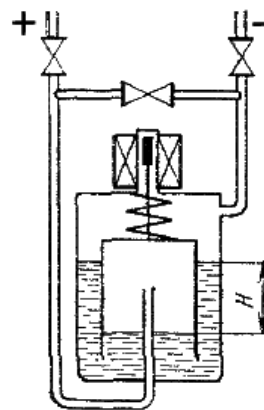

рис.1
2. В колокольном дйфманометре (рис. 1) с тонкими стенками уравновешивание колокола осуществляется за счет деформации пружины (выталкивающей силой жидкости можно пренебречь). Изменится ли коэффициент преобразования дйфманометра, если утяжелить колокол при неизменной линейной характеристике пружины?